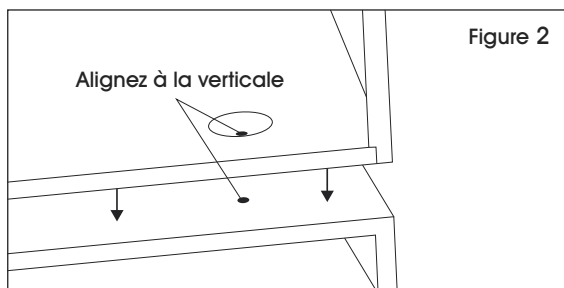

Figure 2
2. Lorsque vous combinez plusieurs unités pour assembler un meuble de plus grande taille, empilez les classe-courrier les uns sur les autres en vous assurant d'aligner les trous de montage situés sur le dessus et le dessous de chaque unité. (Voir Figure 2)